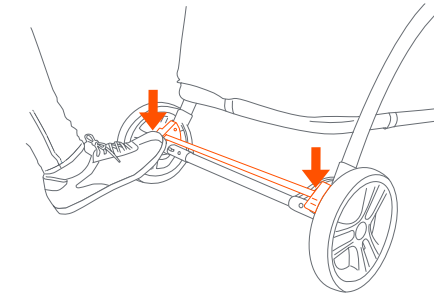

Fig. 12a
- 12) • Para activar los frenos, aplique una leve presión hacia abajo en las palancas de freno del eje trasero. El carrito podría requerir un leve movimiento hacia delante o hacia atrás para alinear los dientes del freno con el piñón del freno de cada rueda (Fig. 12a).